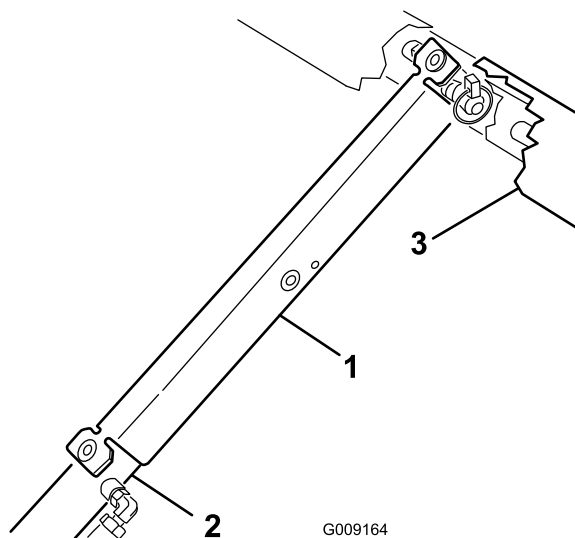

Figura 12
9. Împingei suportul pentru platformă pe tija cilindrului, asigurându-vă că proeminențele de la capătul suportului se sprijină pe capătul tamburului cilindrului i pe capătul tijei cilindrului (Figura 12).